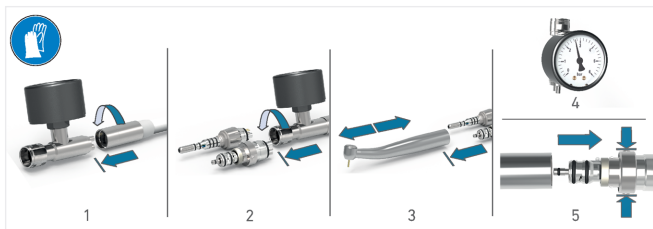

FIG. 4
6. Para desconectar el LED BORA 2 del enlace Unifix, presione los dos cierres laterales (FIG. 4 paso 5) y retire la turbina del enlace al mismo tiempo.